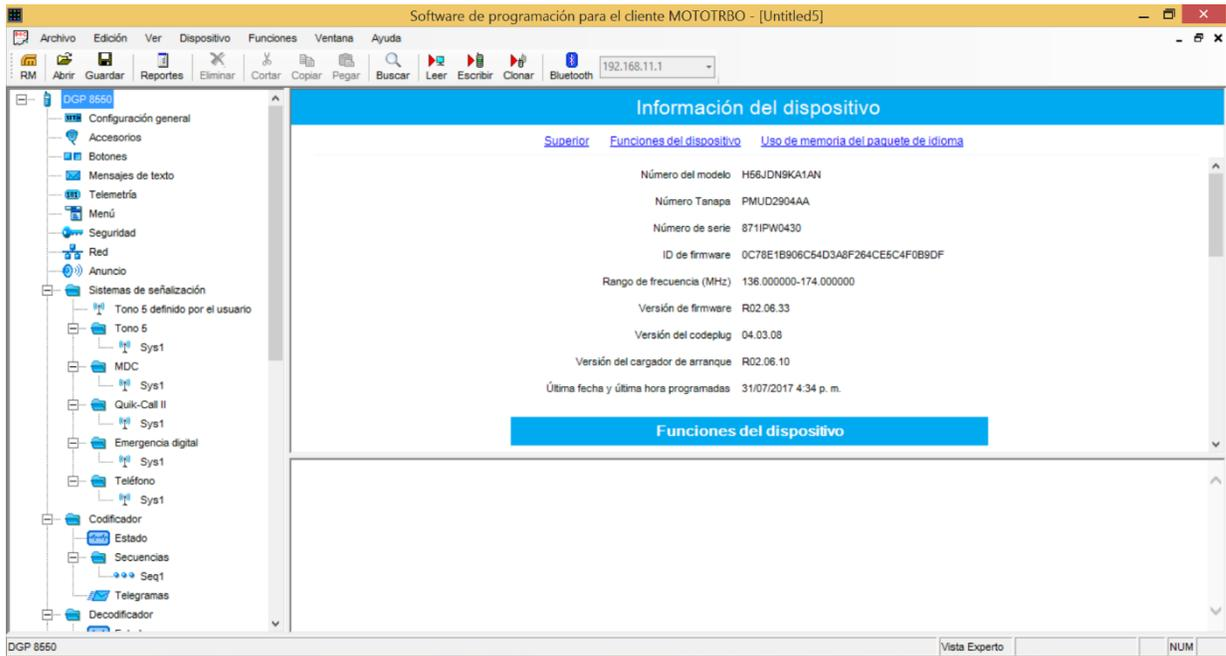

Ilustración 22. Información interna del radio DGP8550.
- Deberá aparecer una ventana como se muestra en la ilustración 22. Se muestra un menú de carpetas que tiene el radio, entre ellas el modelo del mismo y todas sus características.